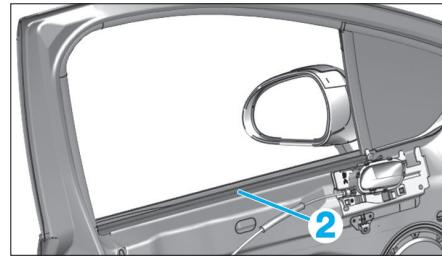

Fig. 108
- Extraire le joint lécheur intérieur de porte avant (2) (Fig.108).